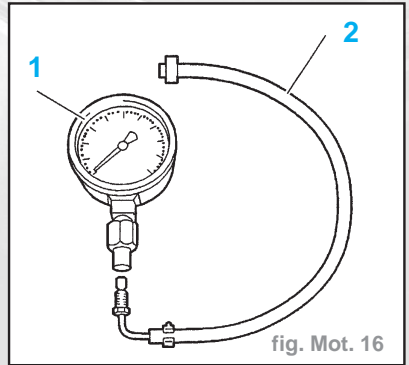
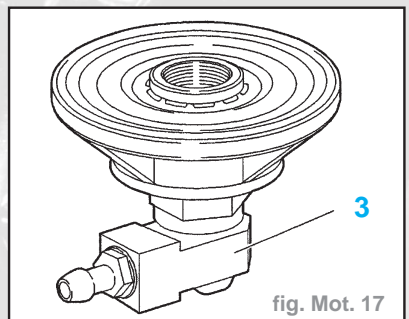

fig. Mot. 16
fig. Mot. 17
- Coffret 4103-T comprenant (fig. Mot. 16) :
- (1) manomètre pour contrôle de pression d'huile
- (2) flexible
- (3) raccord prise de pression d'huile moteur 4202-T (fig. Mot.17)